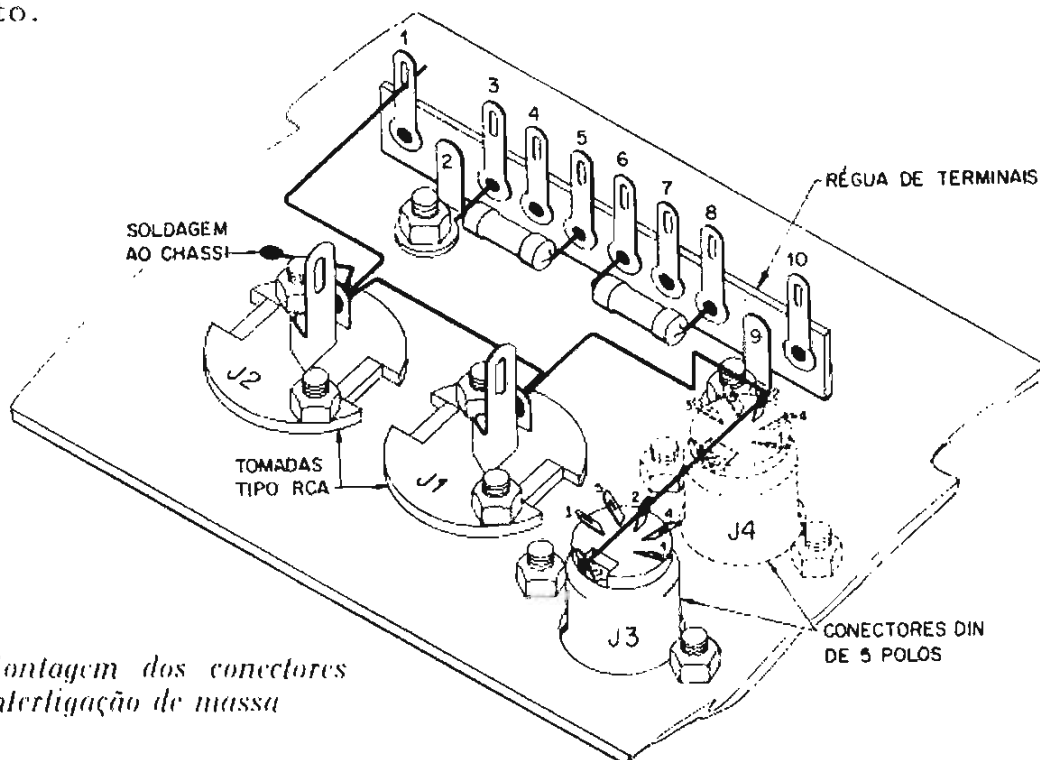

Figura 13 - Montagem dos conectores no suporte e interligação de massa
tina às conexões para gravador. (Oriente-se pela figura 13).
- 17 - Interligue por meio de fio nu, (15 cm) os terminais nº 2 e os de massa dos conectores DIN, as duas linguetas de massa das tomadas RCA, o terminal 1 (orifício superior) da régua de terminais, e o próprio chassi. (Raspe e lixe a região de soldagem ao chassi). Solde todos os pontos, com exceção do terminal 1 (figura 13).